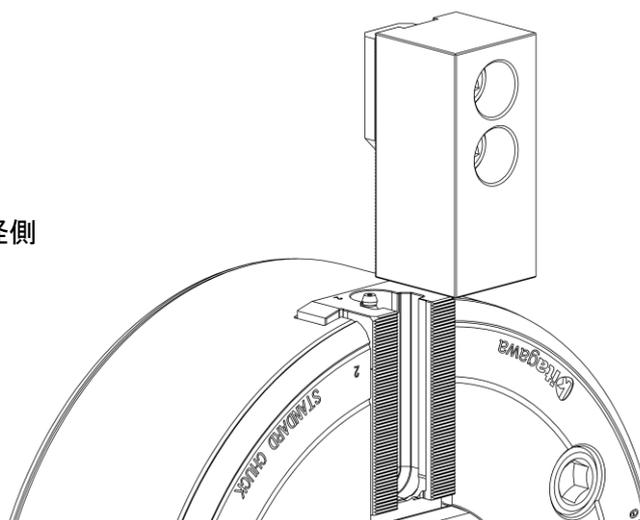

図 12-2 Tnut-Plus とソフトジョーのマスタジョーへの挿入
- Tnut-Plus の取付再現性を維持するため、ソフトジョーをマスタジョーに挿入し取付ボルトを締め付ける作業は、マスタジョーの位置を上に行ってください。(図 12-2 参照)